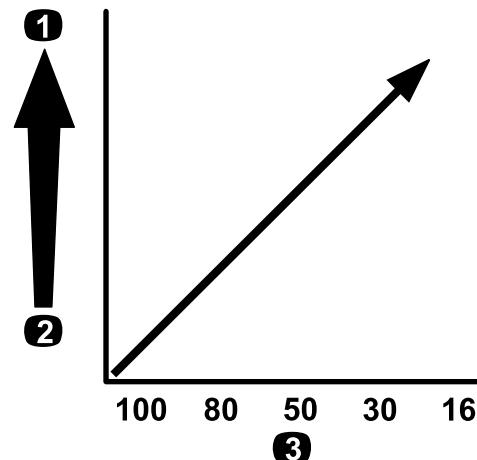

**Bild 23**
**Wichtig:** Wenn Sie Chemikalien mit höherer Viskosität (dicker) oder Lösungen mit benetzbarem Pulver versprühen, müssen Sie u. U. ein Sieb mit größeren Maschen für den optionalen Druckfilter verwenden, siehe Bild 23.